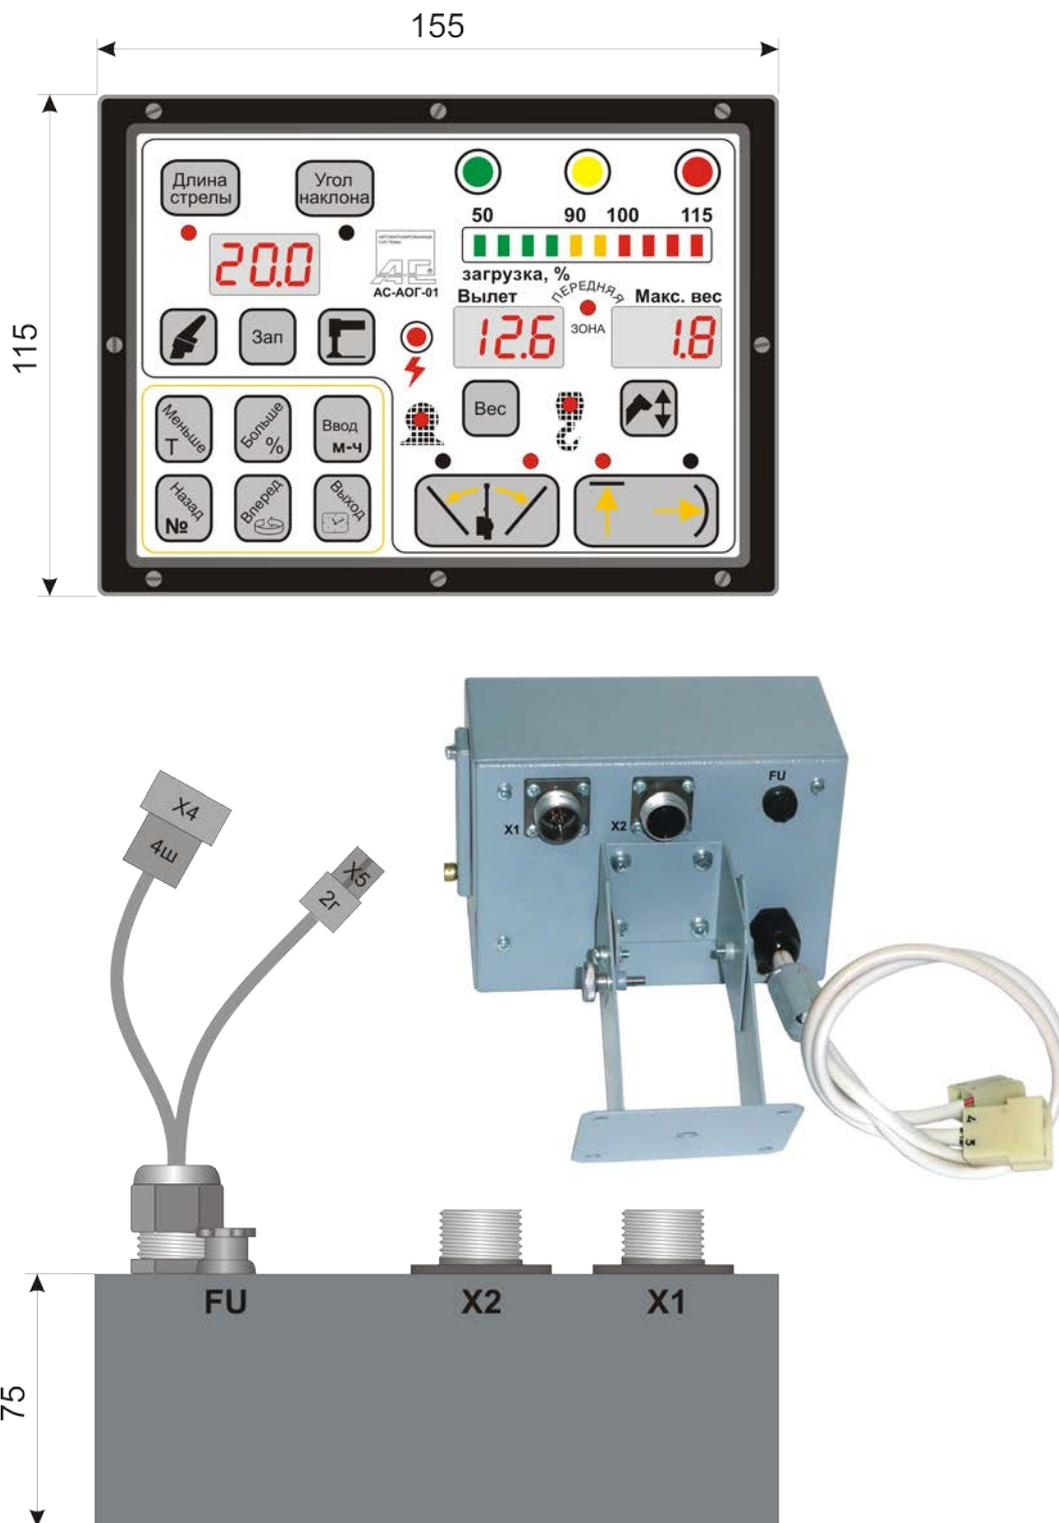
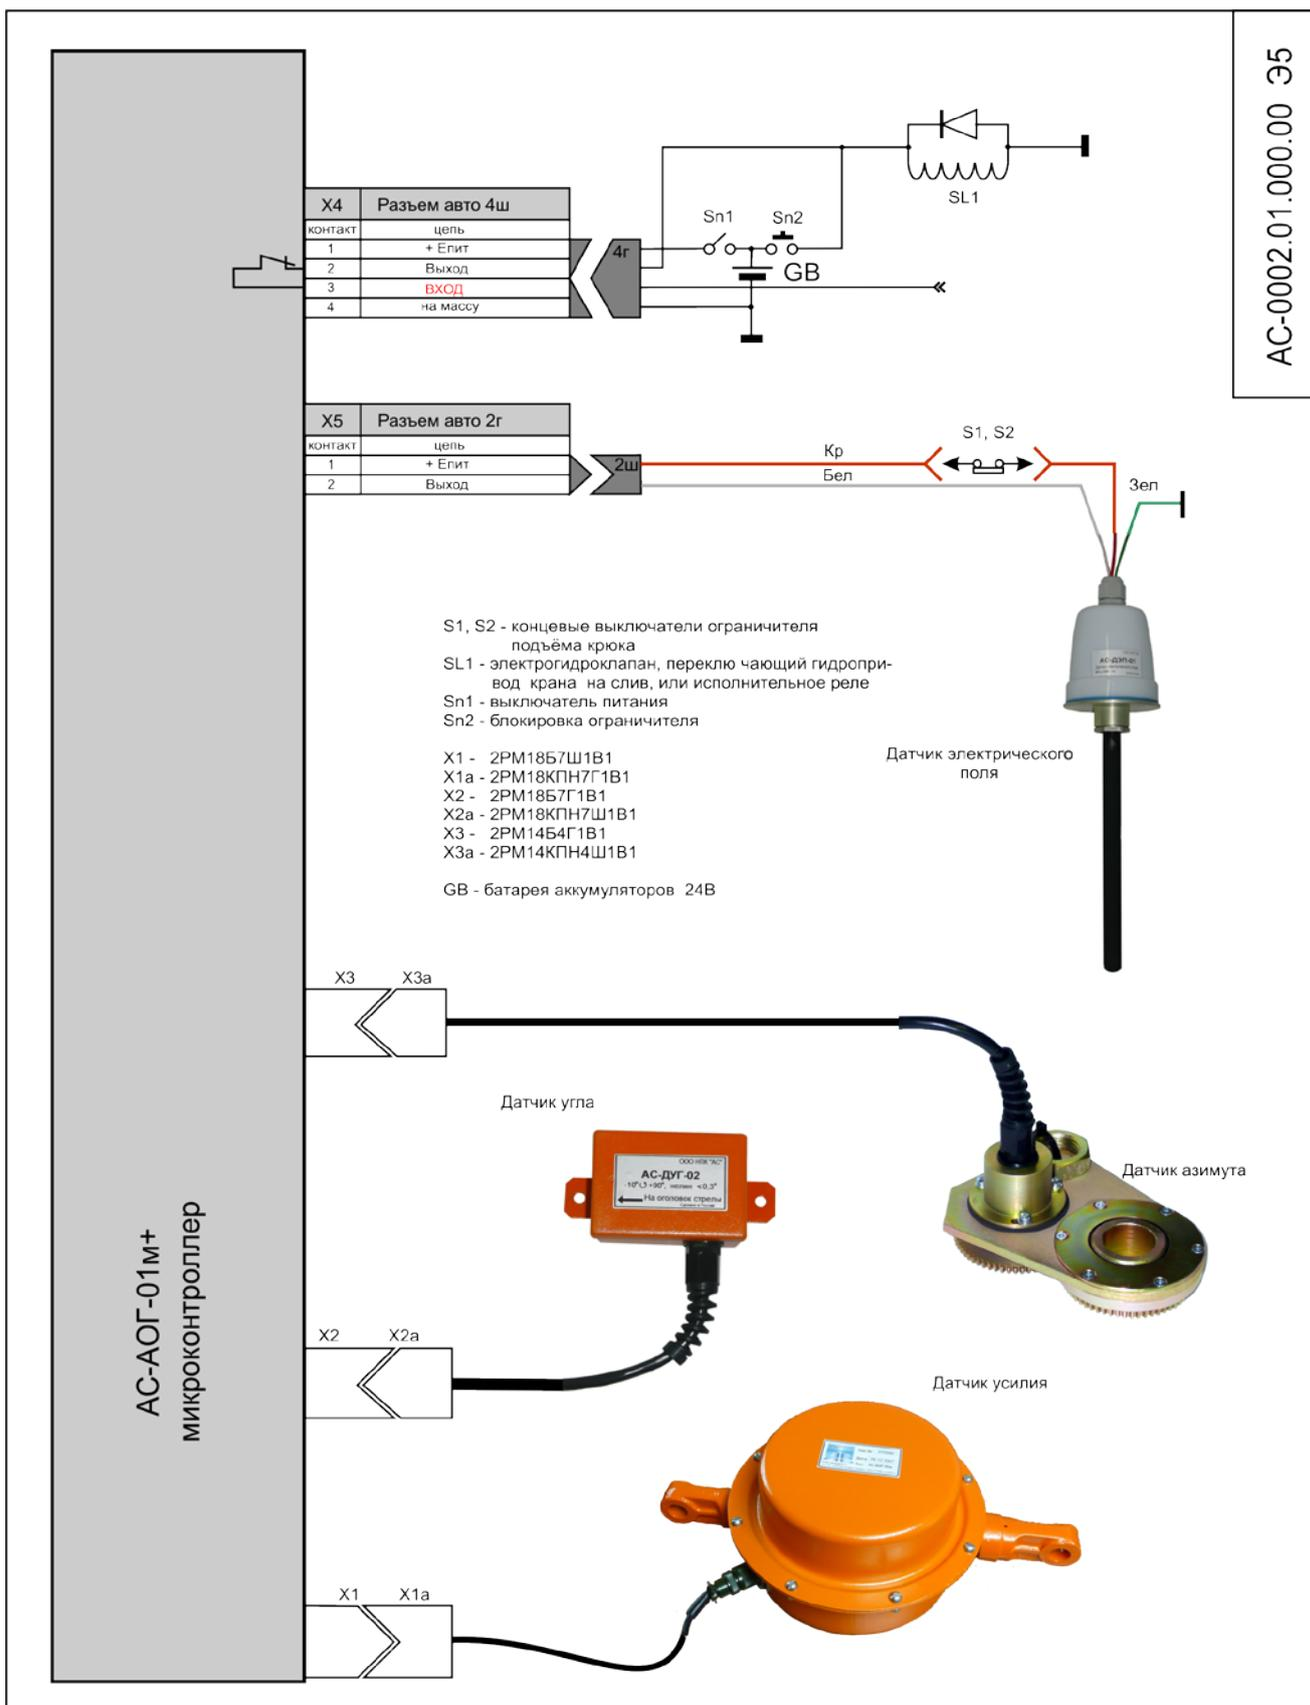

Рис.2
Рис.3
| 1) блок АОГ, включающий "Регистратор параметров" | 1 шт, рис.2; |
6.1. Описание работы проводится по схеме подключения рис.3.
Подсоединение АОГ к электрооборудованию крана должно быть произведено в соответствии со схемой подключения рис.3, через контакты разъемов X4, X5 расположенных на тыльной стороне блока АОГ (рис.2), на задней стенке.
6.3. Напряжение питания от аккумуляторной батареи либо от преобразователя АС220В-DC24В при установке тумблера Sn1 в положение ВКЛ подается на контакты разъема X4 блока АОГ, рис.3.
6.3.3. К блоку питания относятся 2 плавких предохранителя FU1 и FU2, расположенных на тыльной стороне блока АОГ, на задней стенке, рис.2. Плавкий предохранитель FU1 (1А) предназначен для защиты внутренних электронных цепей блока АОГ, а плавкий предохранитель FU2 (5А) - для защиты цепей управляющих реле от короткого замыкания. Питание реле осуществляется независимо от
6.4. Блок АОГ включает в себя модуль индикации и управления (первая плата), вычислительный модуль, модуль ввода цифровых и аналоговых сигналов, модуль АЦП, модули "Регистратора параметров", блока питания и реле (вторая плата), рис.2.
7.4. Подключение составных частей, а также подключение системы АОГ к системе электрооборудования крана производителе в соответствии со схемой подключения АС-0002.00.000.00м Э5, рис.3.